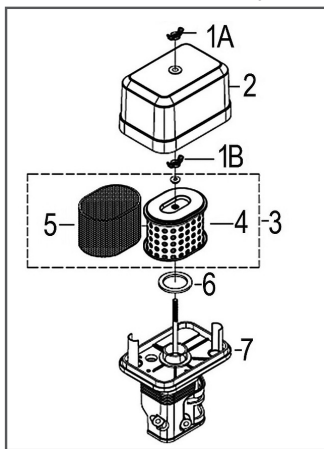

Рис. 14 Конструкция воздушного фильтра
1. Открутите гайку 1А и снимите крышку 2 воздушного фильтра (Рис. 14).
2. Открутите гайку 1В и снимите воздушный фильтр 3 (Рис. 14).
3. Аккуратно снимите поролоновый фильтрующий элемент 5 с бумажного фильтрующего элемента 4 (Рис. 14).
*Бумажный фильтрующий элемент 4 (Рис. 14) не подлежит очистке, необходима его замена. Не продувайте бумажный фильтрующий элемент сжатым воздухом,*